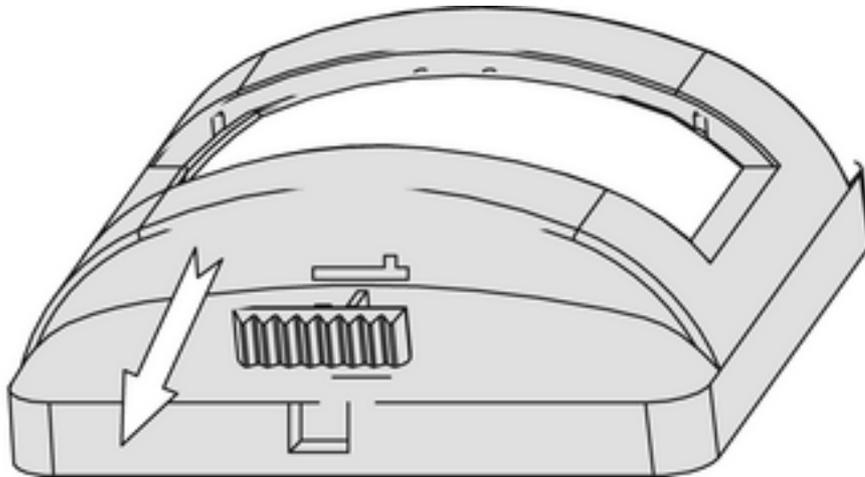

Figura 5: Rimozione dell'interruttore modalità di funzionamento
L'interruttore modalità di funzionamento (4) sul rilevatore di movimento consente di impostare tre modalità di funzionamento (figura 5).
- Rimuovere con cautela l'interruttore con un cacciavite (figura 5).